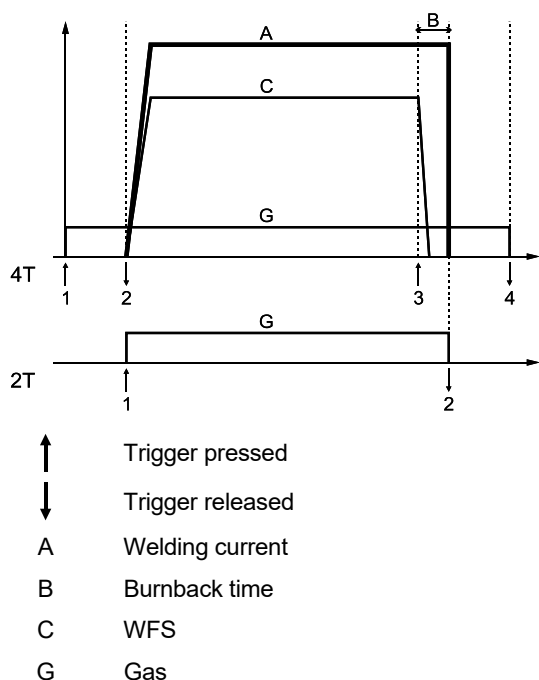

Figura 7.
19. Conmutador de modo de antorcha: permite seleccionar el modo 2 pasos o 4 pasos de la antorcha. La funcionalidad del modo 2T/4T se muestra en la Figura 7.